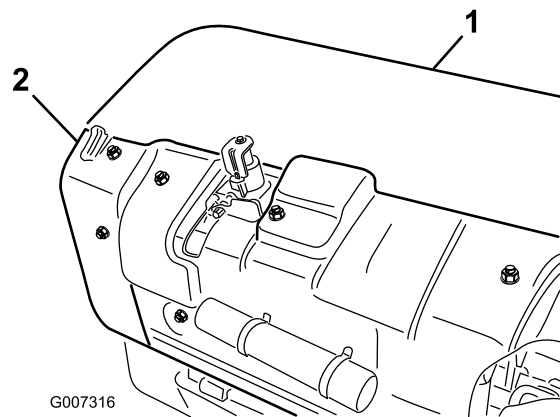

Figura 29
- A. Togliete il coperchio della testa di carotatura posteriore (Figura 29).
- B. Estragete i bulloni di fissaggio della protezione per puleggia e togliete la protezione (Figura 29).